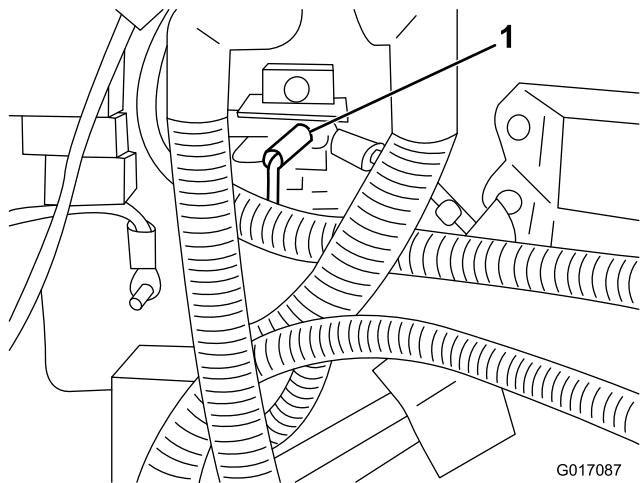

Bild 4
10. Schließen Sie das schwarze Kabel mit einem Kabelschuh am Erdungsterminalblock an (Bild 4).